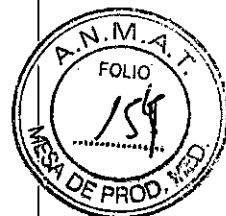

Fig. 3
- c. Corte el hilo de bloqueo sobrante. (**Fig. 3**)